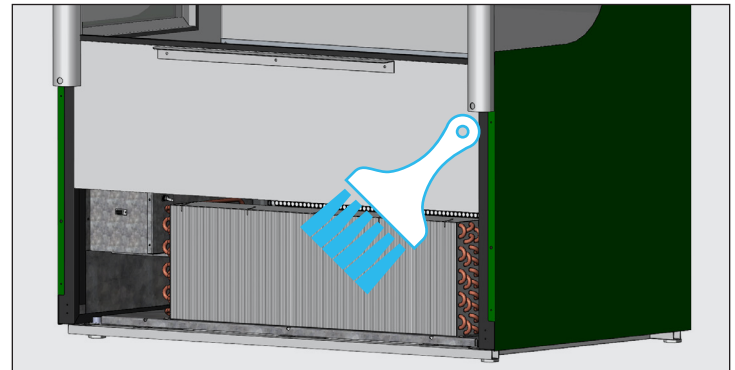

Abb. 4. Niemals über die Lamellen des Registers bürsten.
3. Befreien Sie die Lamellen des vorderen Verflüssigerregisters mit einer starren Bürste vorsichtig von angesammeltem Schmutz. Siehe Abb. 4.